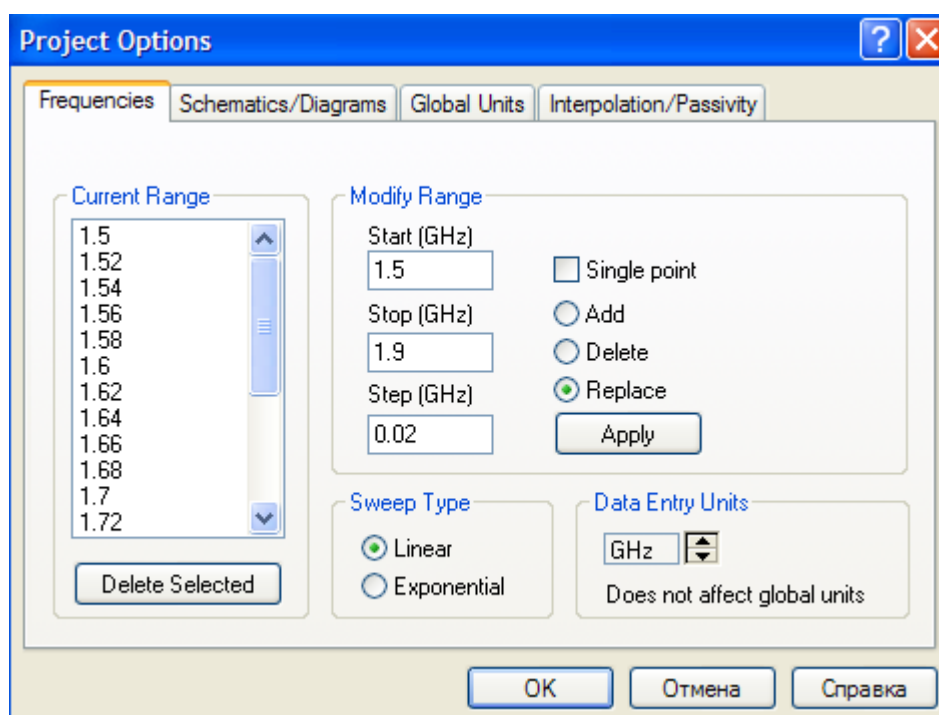

Рис. 3.3. Диалоговое окно установки единиц измерения
5.1.2. Установить единицы измерения в проекте. Для определения единиц измерения требуется выбрать вкладку «Global Units», выбрать «Options», затем «Project Options» и установить единицы измерения в появившемся диалоговом окне: Start – 1,5 ГГц, Stop – 1,9 ГГц, Step – 0,02 ГГц и нажать «Apply». Частотный диапазон по шагам отразится в окне «Current Range». Нажать «OK» (рис. 3.3).